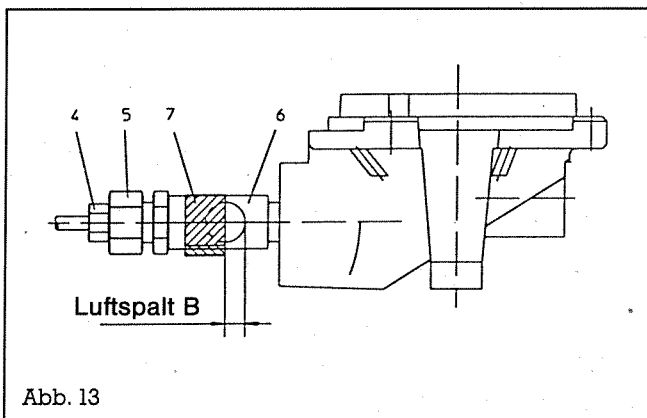

Abb. 13
Versorgungsleitung durch Lösen der Überwurfmutter **4** entfernen. Injektorschraube **5** herausdrehen und mit Hilfe eines kleinen Schraubenziehers Düse aus dem Injektor **6** entnehmen (siehe Abb. 13).
Einstellung der Luftregulierhülse **7**, siehe Abb. 13.
– Erstluft-Regulierung für Innenbrenner (Abb. 13)